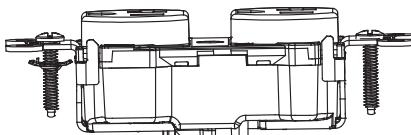

Figura 1: Colocación de la cuña Shim-lock en el tornillo de fijación.
2. Introducir la cuña Shim-lock en el tornillo, con la pestaña hacia la aleta del accesorio hasta que quede suficiente espacio para que la cuña gire libremente junto con el tornillo (véase la Figura 1). Nota: Uno de los extremos del accesorio de instalación debe estar apoyado en el panel de la pared para impedir movimientos erráticos.